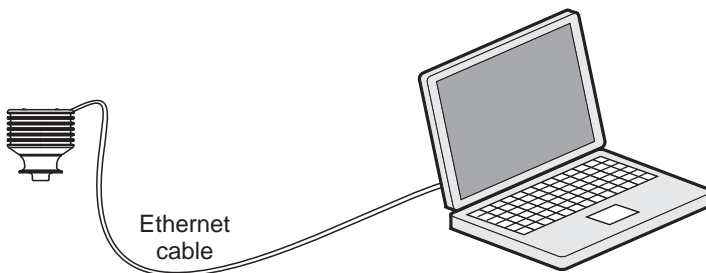

Figura 2.1 Configuração de rede simples.
Na forma mais simples a rede consiste em um refratômetro e um computador. Essa configuração está mostrada na figura 2.1.
Todos os Sanitary OEM Refractometers são enviados com o endereço IP padrão de fábrica de 169.254.23.33. Esse endereço pertence aos endereços Zeroconf (como definido na norma IETF RFC 3927) de modo que pode ser facilmente alcançado de um computador independente (figura 2.1), geralmente sem alterar as configurações de rede do computador. *Esse endereço permanecerá no instrumento mesmo após um endereço IP diferente ser configurado. O sensor responde no endereço que for chamado primeiro após a inicialização.*
- configure uma rede de apenas um Sanitary OEM Refractometer e um computador (figura 2.1)